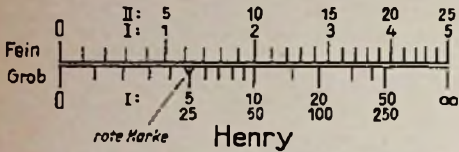

Bild 5. Skalenteilung des Anzeigelinstruments für Feinmessung (Spannungsmeßbereich = ein Drittel der Meßspannung)
Nach Gleichung (4) ergibt sich, wie bereits erwähnt, für das Anzeigegerät eine Skalenteilung nach Bild 2; wenn sein Spannungsbereich  $6,3 \text{ V}$  beträgt. Verwendet man ein Anzeigegerät, das bereits bei  $2,1 \text{ V}$  Vollausschlag zeigt, so wird der Anfangsbereich  $(0...0,5) L_n$  über die ganze Skalenzahl ausgenutzt (Bild 5; obere Skala). Durch diese einfache Maßnahme erreicht man eine weitgehende Skalennearisierung und eine beträchtliche Erhöhung der Ablesegenauigkeit. Allerdings besteht in diesem Falle, wenn  $L_x > 0,5 L_n$  ist, die Gefahr einer Meßwerküberlastung; dies ist insbesondere bei offenen  $L_x$ -Klemmen der Fall. Die Überlastung läßt sich aber dadurch vermeiden, daß man die  $L_x$ -Klemmen, wenn kein Meßobjekt angeschlossen ist, automatisch kurzschließt (Schaltbuchse) und einen Spannungsmesser mit zwei Meßbereichen ( $2,1$  und  $6,3 \text{ V}$ ) verwendet, dessen kleinerer Bereich durch Drücken einer Taste eingeschaltet wird. Bei nicht gedrückter Taste ist der große, bis  $L_x = \infty$  reichende Meßbereich (Grobereich) wirksam. Auf die Taste darf nur dann gedrückt werden, wenn beim Grobbereich der Zeigerausschlag höchstens ein Drittel der Skalenzahl beträgt. Dieser Punkt des Grobbereiches wird vorteilhafterweise durch eine rote Strichmarke gekennzeichnet.